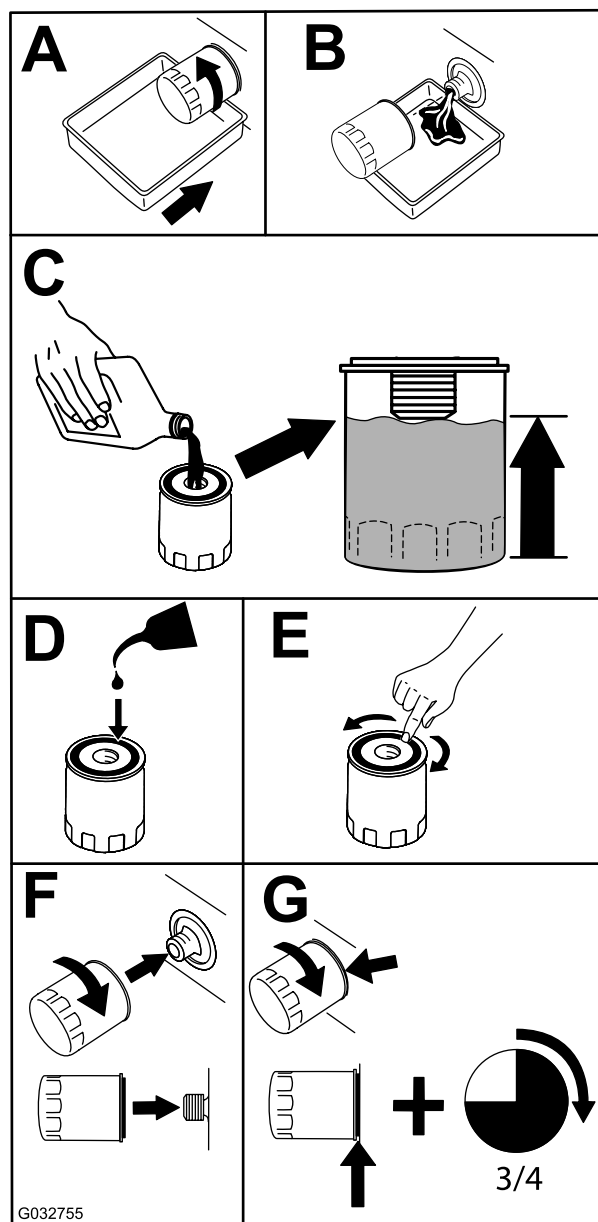

Figura 33
2. Sustituya el filtro de aceite del motor (Figura 33).